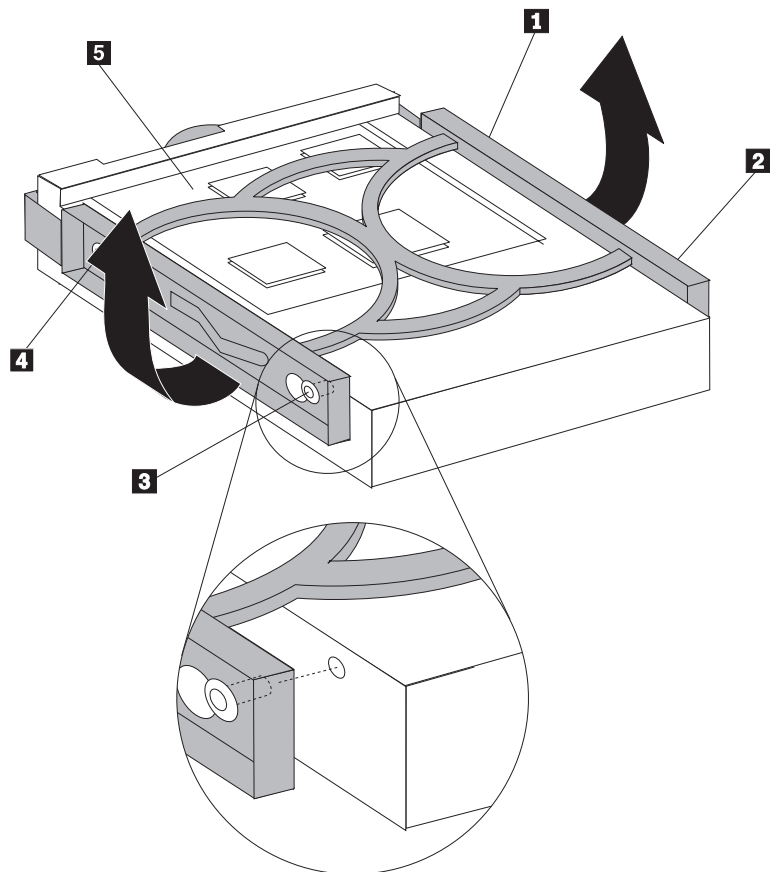

図 28. ブラケットへのハードディスクの取り付け
7. 新しいハードディスクを青色のブラケットに取り付けるには、ブラケットを広げ、ブラケット上のピン **1** から **4** をハードディスクの穴に合わせます。図 28 を参照してください。ハードディスク下部の回路ボード **5** には、手を触れないでください。